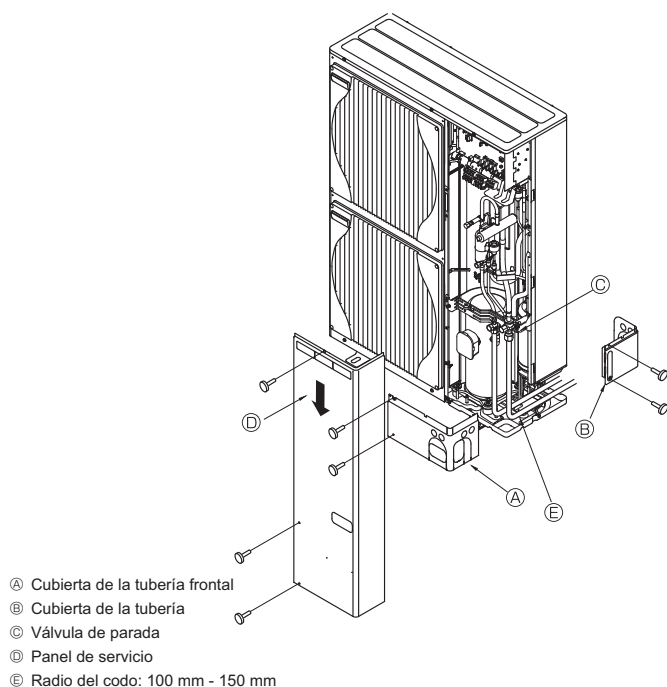

Fig. 5-8
5.6. Tubos de refrigerante (Fig. 5-8)